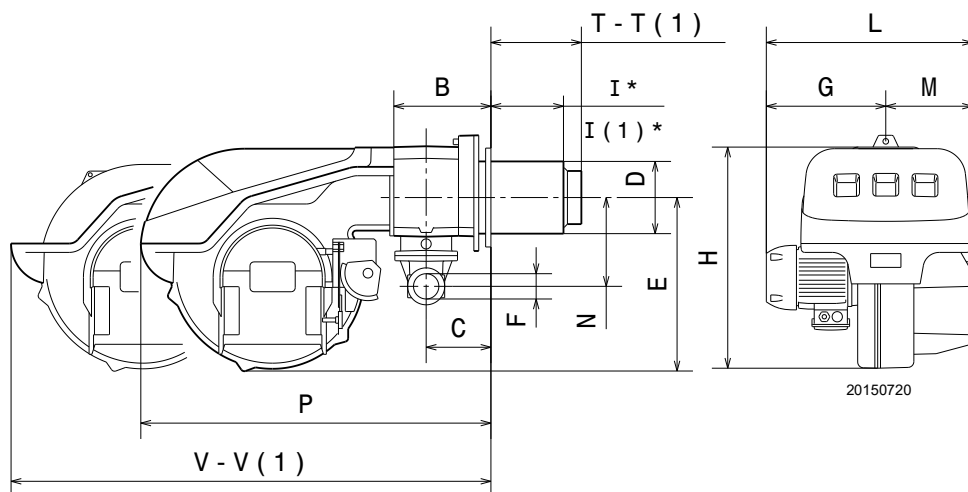

Fig. 1
L'ingombro del bruciatore è riportato in Fig. 1.
* Lo spessore massimo della porta della caldaia è riferito alla quota "I" (Fig. 1 a pag. 8).